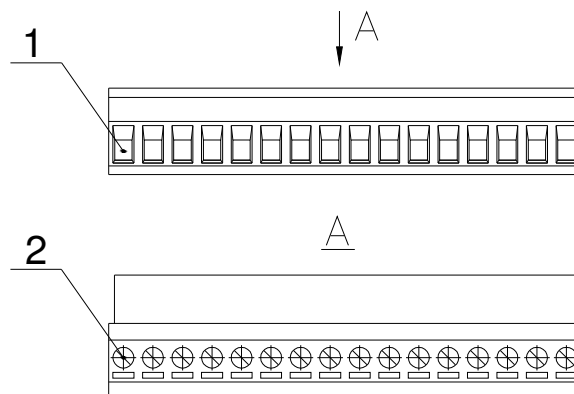

Рисунок 4 - Соединитель
5.2 Соединитель (рисунок 4) предназначен для подключения к каждому контакту одного проводника сечением от 0,35 до 2,5 мм2.
6.4 Для подключения проводников к кабельной части соединителя необходимо отверткой соответствующего размера отвернуть винт 2 (рисунок 4). В открывшееся отверстие 1 ввести конец проводника и завернуть винт 2 до упора. Потянув проводник, проверить его крепление.